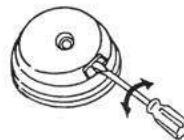

図19
- ①ナイロンコードキャップをはずし、ナイロンコードリールをはずします。お手持ちのマイナスドライバーをナイロンコードボディーの溝から出ている爪の上に咬ませ、そのままドライバーを半回転させばはずれます。(図19)